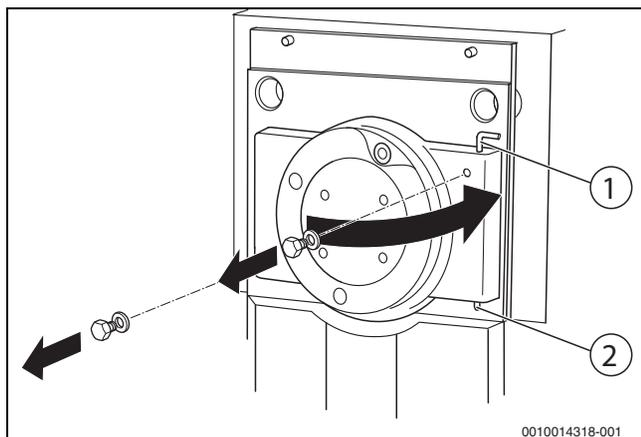

Bild 23 Feuerraumtür öffnen
- ▶ Scharnierbolzen [1] (→ Bild 23, Seite 27) aus der Scharnierbohrung herausziehen.